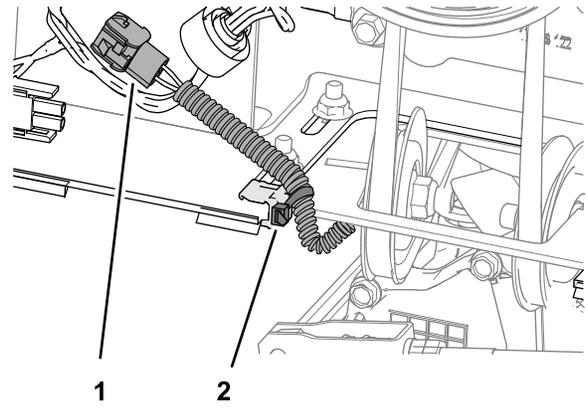

Bild 31
2. Verlegen Sie den Kabelbaum am EdgeClip/Kabelbinder und sichern Sie ihn mit dem Kabelbinder (Bild 31).